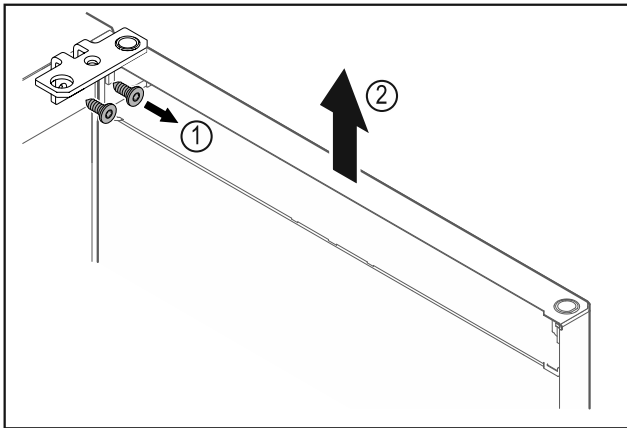

Fig. 12
- Odšroubujte úhelník závěsu Fig. 12 (1).
- Zvedněte dvířka včetně úhelníku závěsu Fig. 12 (2) přibližně 200 mm rovně směrem nahoru a vyjměte je.